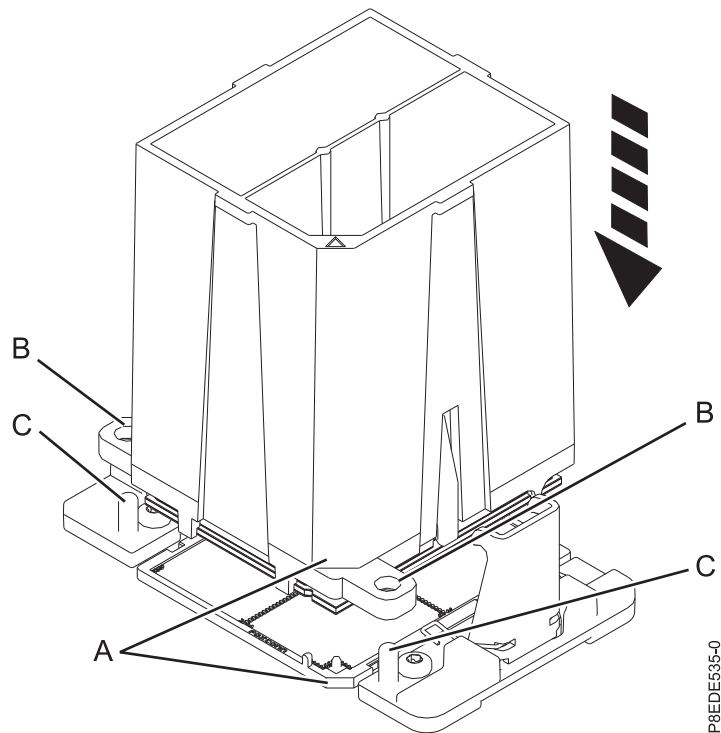

図 37. システム・プロセッサ・モジュールの取り付け
- b. ツールとシステム・プロセッサ・モジュールを下げて、ソケットに乗せます。ツールの斜めになっている角 **(A)** を、ソケットの斜めになっている角と位置合わせします。2 つのガイド・ピン **(C)** をツールの両側にある位置合わせ穴 **(B)** に差し込みます。傾けないように注意して、ツールを水平に下ろします。 38 ページの図 37 を参照してください。